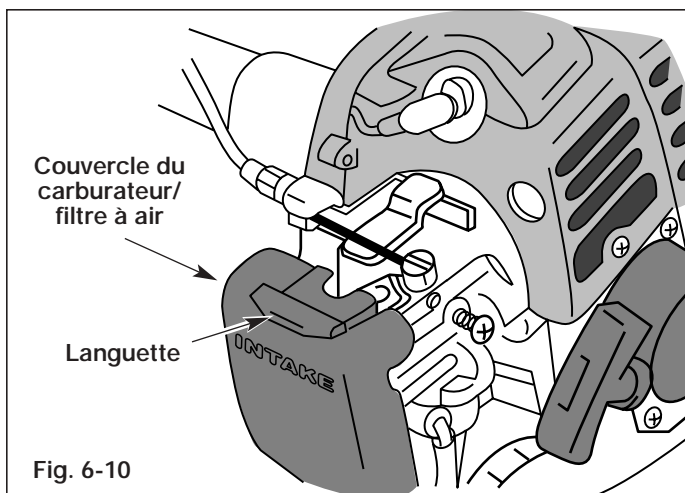
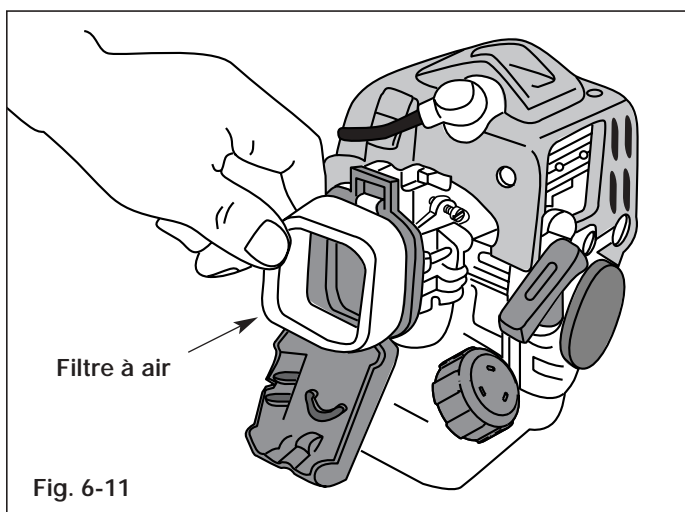

Fig. 6-10
Fig. 6-11
1. Retirez le couvercle du carburateur/filtre à air en appuyant sur la languette sur le haut du couvercle (Fig. 6-10).
2. Retirez le filtre à air (Fig. 6-11).
6. Réinstallez le filtre (Fig. 6-11) et le couvercle du filtre à air (Fig. 6-10).